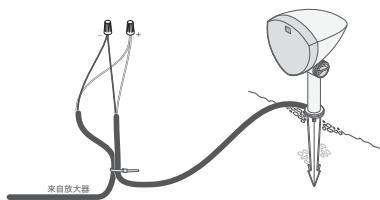

图 7
2. 从离放大器最远的扬声器开始,根据下表剥去相应放大器通道的地埋线切割端 3/4 英寸(约1.9厘米)的绝缘层,然后剥去相应扬声器尾纤末端的绝缘层(见图 7)。
3. 用扎带将直埋电缆连接到扬声器尾纤(见图 7)。